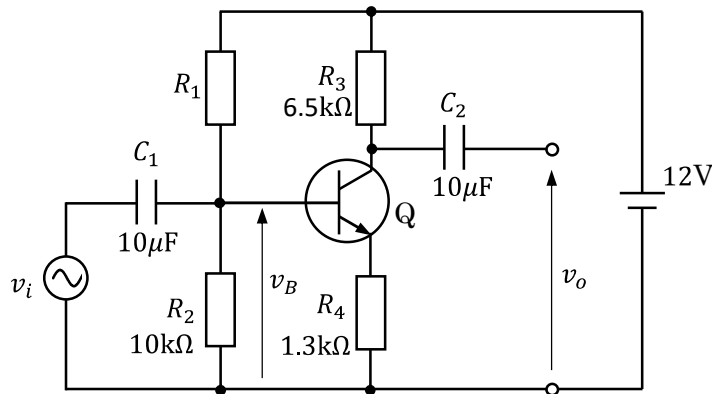

図2-1
設問1 図2-1はトランジスタを用いた増幅回路である。この回路について以下の(1)～(4)の記述の(①)～(④)にあてはまる最も適切なものを解答群からそれぞれ一つずつ選び、記号ア～エで答えなさい。ただし、トランジスタの h_{FE} （直流電流増幅率）は100、 V_{BE} は0.7Vとする。